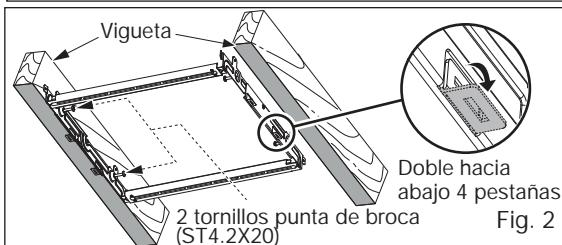

Fig. 2
2. Doble hacia abajo las 4 pestanas de posicionamiento e instale el soporte Flex-Z Fast™ en las viguetas utilizando 2 tornillos punta de broca previamente fijados en el soporte.(Fig.2)